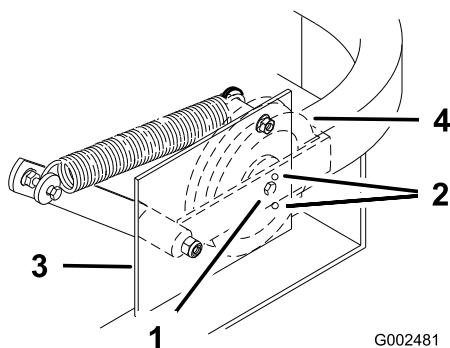

Figure 51
Important: Vérifiez que la courroie est bien en place dans les guides avant et arrière (Figure 51).
4. Vérifiez la tension de la courroie. Le boulon central de la poulie de tension rappelée par ressort doit se trouver près du trou d'alignement supérieur de la plaque de support gauche (Figure 51).